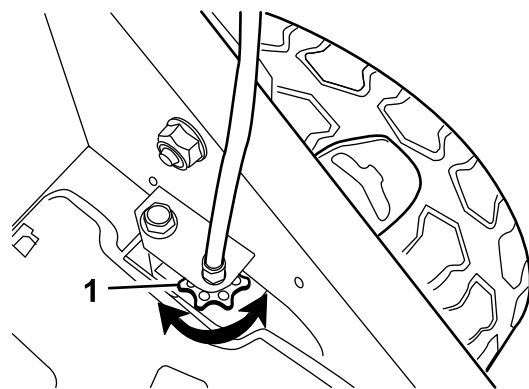

Figura 22
- Se le ruote non girano quando inserite la barra della trazione automatica, la cinghia di trazione è eccessivamente allentata. Ruotate la manopola di controllo trazione della ruota (Figura 22) in senso orario di 1 giro e ripetete le fasi da 3 a 5.
- Se le ruote girano prima dell'inserimento completo della barra della trazione automatica, la cinghia di trazione è eccessivamente tirata. Ruotate la manopola di controllo trazione della ruota (Figura 22) in senso antiorario di 1 giro e ripetete le fasi da 3 a 5.